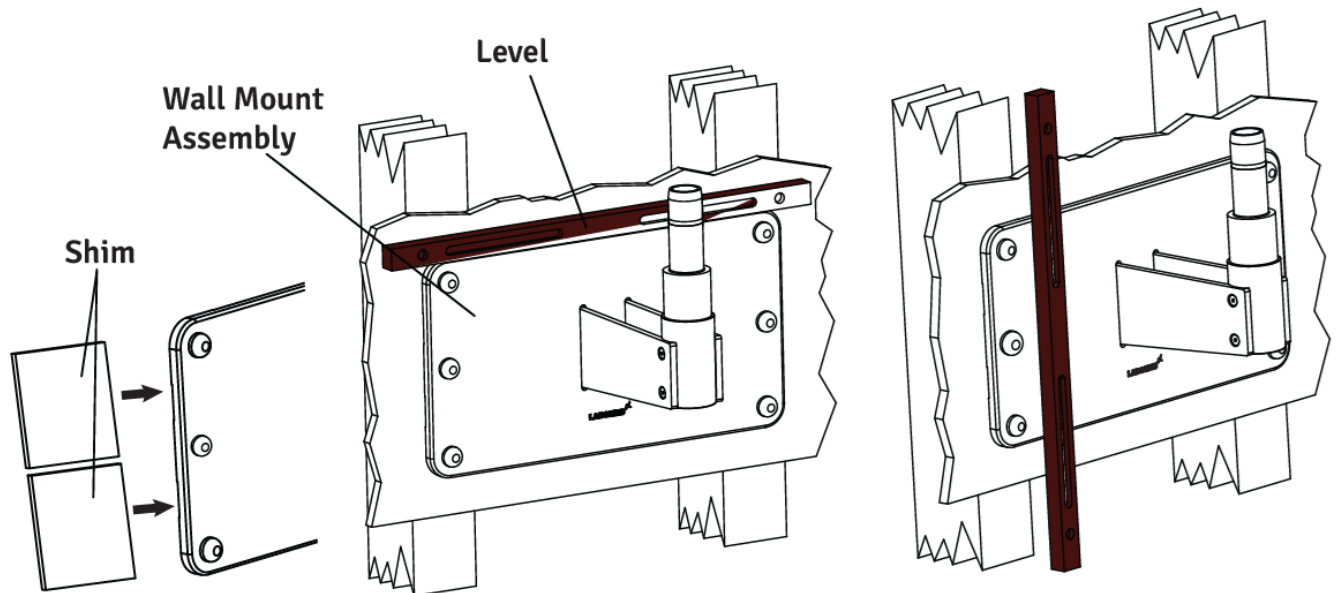

Figura 22
2. Posizionare una livella sulla parte superiore della piastra posteriore per controllare il livellamento orizzontale. Vedere Figura 22.
5. Posizionare una livella in verticale lungo la superficie del supporto a parete, su entrambi i lati, per assicurarsi che sia perpendicolare al pavimento. Vedere Figura 22.
6. Se il supporto a parete non è perpendicolare, inserire del materiale di battuta tra il supporto a parete e la parete accanto alle viti di fissaggio. Vedere la figura 22. Controllare con la livella e stringere le viti di fissaggio una volta che il supporto è a livello.